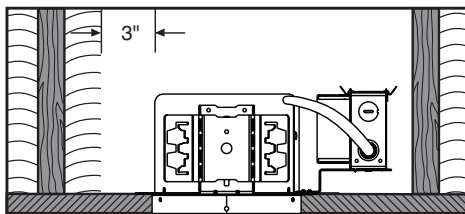

Figura 1
**ADVERTENCIA:** Riesgo de incendio. No instale aislante a menos de 3 pulgadas de los lados del accesorio o compartimiento de cableado, ni por encima del accesorio de tal manera como para atrapar calor. (Figura 1)\*
Los accesorios Juno Tipo TC están diseñados para instalaciones donde la carcasa y la Caja de Empalmes no estarán en contacto con el aislante. El aislante debe estar a una distancia de 3" de la carcasa y la caja de empalmes (Figura 1). El funcionamiento incorrecto del accesorio puede indicar una aplicación incorrecta del aislante.